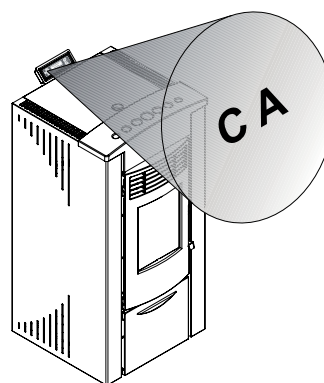

Fig.13.1
Si tratta di un telecomando ad infrarossi, quindi è necessario il puntamento verso il campo di azione (CA) dell'unità di ricezione presente sul pannello comandi (Fig.13.1) oppure verso l'antenna posta sul retro della stufa, a seconda del modello di stufa.